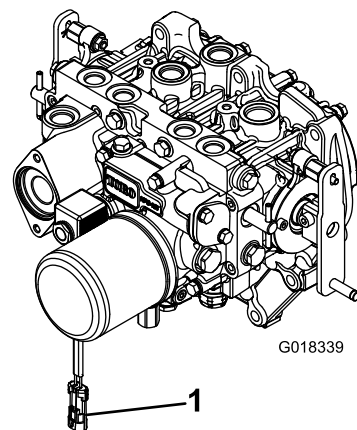

Рисунок 3
2. Отсоедините разъем жгута проводов от разъема катушки электромагнитного клапана механизма отбора мощности (Рисунок 3).
8. После подсоединения другого конца ведущего вала к валу редуктора навесного оборудования подсоедините разъем жгута проводов к разъему катушки электромагнитного клапана механизма отбора мощности (Рисунок 3).